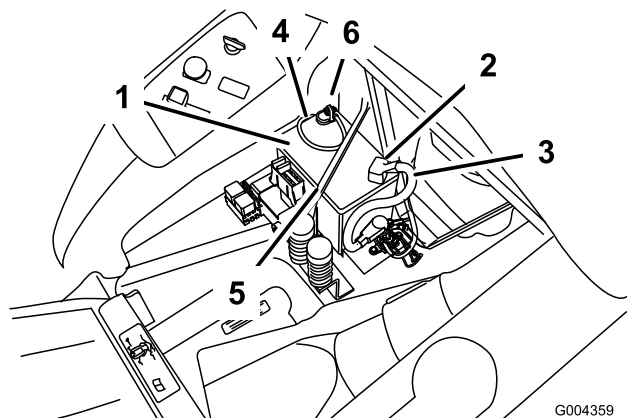

Figure 41
4. Débranchez le câble négatif (noir) de mise à la masse de la borne de la batterie (Figure 41).
positif (rouge) de la borne de la batterie (Figure 41).
6. Enlevez la sangle de maintien de la batterie (Figure 41) et ôtez la batterie de son support.
1. Placez la batterie sur son support, les bornes à l'opposé du panneau de commande (Figure 41).
4. Fixez les câbles à l'aide de 2 boulons (1/4 x 3/4 pouce), 2 rondelles (1/4 pouce) et 2 écrous (1/4 pouce) (Figure 41).
6. Fixez la batterie en place à l'aide de la sangle de maintien (Figure 41).